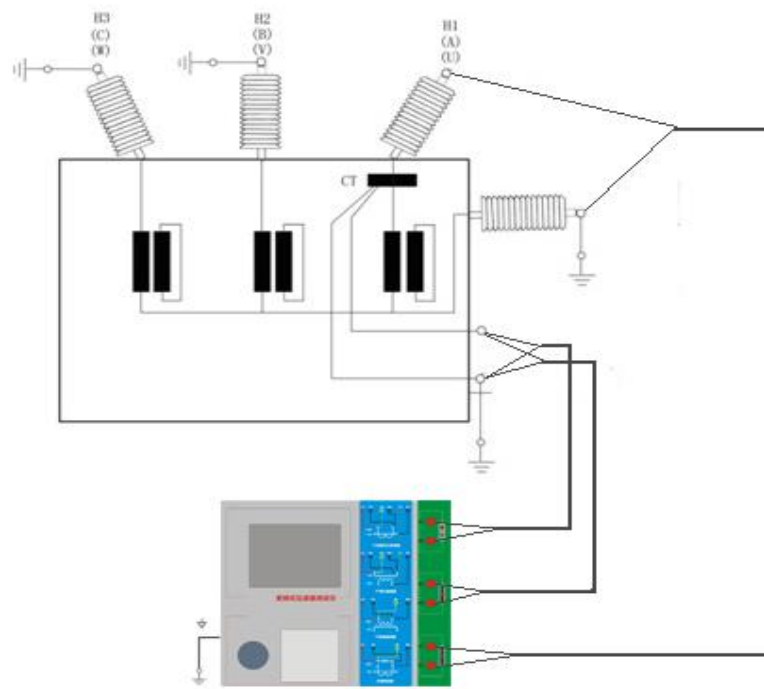

图 C.3 测试仪对变压器上套管 CT 进行测试时的接线方式
2. 测试仪进行变压器套管 CT 测试时的接线方式如图 C. 3 所示。